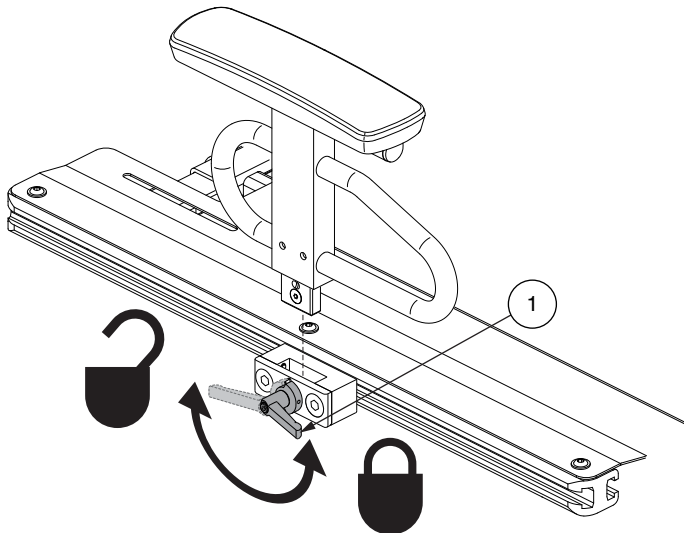
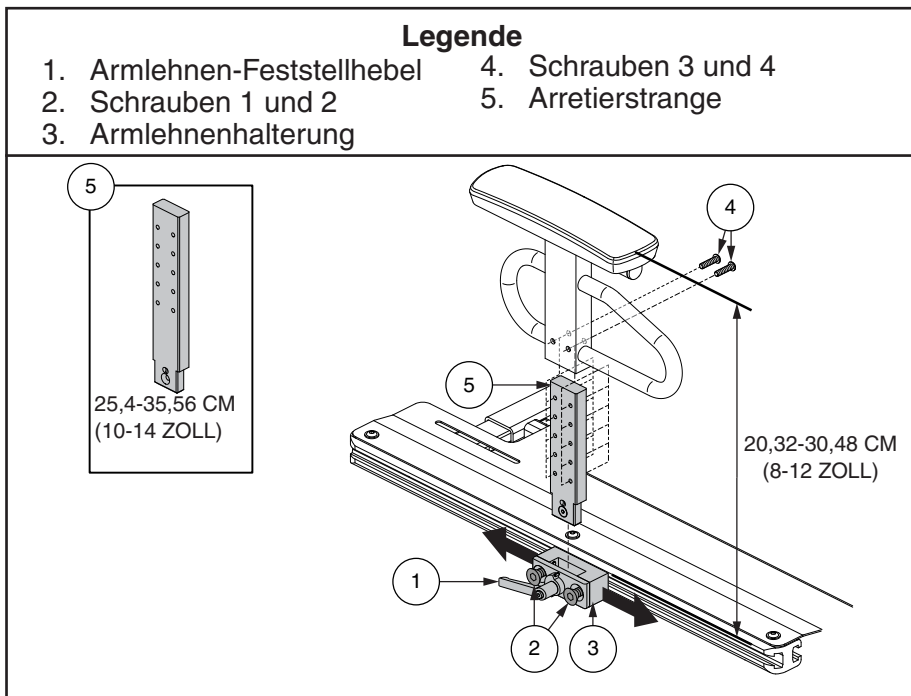

Abbildung 13. Entfernen/Anbringen der robusten Steckarmlehnen
Abbildung 14. Einstellung der Position und Höhe der robusten Steckarmlehnen
Die robusten Steckarmlehnen können abgenommen werden, um das Ein- und Aussteigen aus dem Rollstuhl zu erleichtern. **Siehe Abbildung 13.** Die Höhe und Position der Armlehnen kann eingestellt werden. **Siehe Abbildung 14.**
1. Drehen Sie den Armlehnen-Feststellhebel nach hinten. **Siehe Abbildung 13.**
1. Führen Sie die Armlehnenbaugruppe in die Armlehnenhalterung ein. **Siehe Abbildung 13.**
1. Drehen Sie den Armlehnen-Feststellhebel nach hinten und entnehmen die Armlehne aus der Armlehnenhalterung. **Siehe Abbildung 13.**
2. Lösen Sie die Schrauben 1 und 2. **Siehe Abbildung 14.**
5. Installieren Sie die Armlehne in der Armlehnenhalterung und drehen den Armlehnen-Feststellhebel nach vorne. **Siehe Abbildung 14.**
1. Entfernen Sie die Schrauben 3 und 4. **Siehe Abbildung 14.**
3. Bringen Sie die Schrauben 3 und 4 wieder an. **Siehe Abbildung 14.**